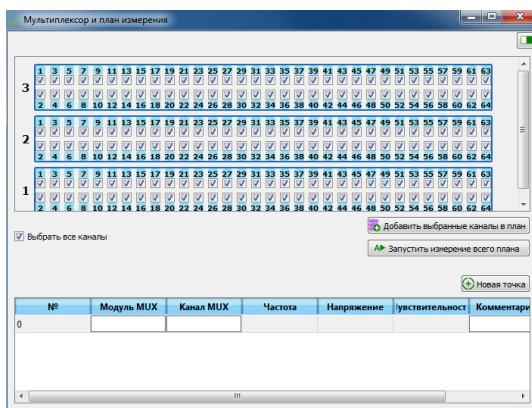

Рисунок 22. Окно Мультиплексор и план измерения ПО EPLab.
3. Откроется окно "Мультимплексор и план измерения", в котором отобразится количество подключенных модулей EyePoint MUX_S_A (Рисунок 22) и таблица плана тестирования